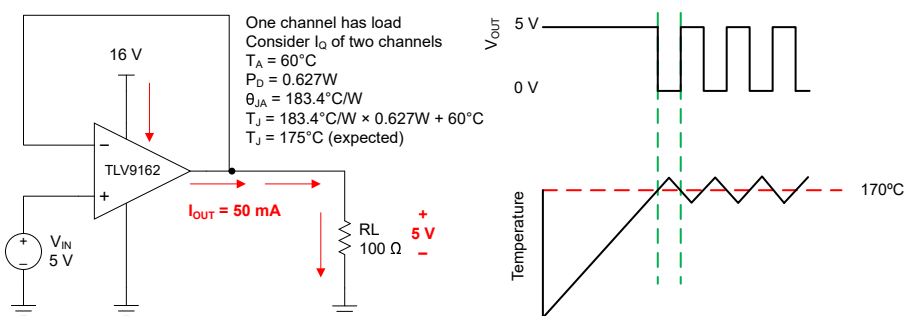

図 6-4. 過熱保護動作
あらゆるアンプは、内部消費電力によって内部（接合部）の温度が上昇します。この現象を「自己発熱」と呼びます。TLV916x の絶対最大接合部温度は  $150^{\circ}\text{C}$  です。この温度を超えると、デバイスが損傷します。TLV916x には過熱保護機能があり、自己発熱による損傷を低減できます。この保護機能はデバイスの温度を監視し、温度が  $170^{\circ}\text{C}$  を超えるとオペアンプの出力ドライブをオフにします。TLV9162 の消費電力 ( $0.627\text{W}$ ) のために自己発熱が大きくなるアプリケーションの例を、図 6-4 に示します。この例では、どちらのチャンネルも静止消費電力を持ち、一方のチャンネルには大きな負荷があります。熱に関する計算から、周囲温度が  $60^{\circ}\text{C}$  の場合、デバイスの接合部温度は  $175^{\circ}\text{C}$  に達することが示されます。しかし、実際のデバイスでは出力ドライブがオフになるので、接合部の温度は安全域に回復します。過熱保護時の回路の動作を、図 6-4 に示します。通常の動作では、デバイスはバッファとして動作し、出力は  $5\text{V}$  になります。自己発熱によりデバイスの接合部温度が内部制限値を超えた場合、過熱保護機能によって出力が強制的に高インピーダンス状態になり、出力は抵抗  $R_L$  によってグランドにプルダウンされます。過剰な消費電力を引き起こした条件が解消されない場合、出力の障害が修正されるまで、アンプはシャットダウン状態とイネーブル状態をいったりきたりします。熱性能は、選択したパッケージと PCB レイアウト設計によって大きく異なる場合がありますことに注意してください。この例では、TSSOP (8) パッケージの熱性能を使用しています。